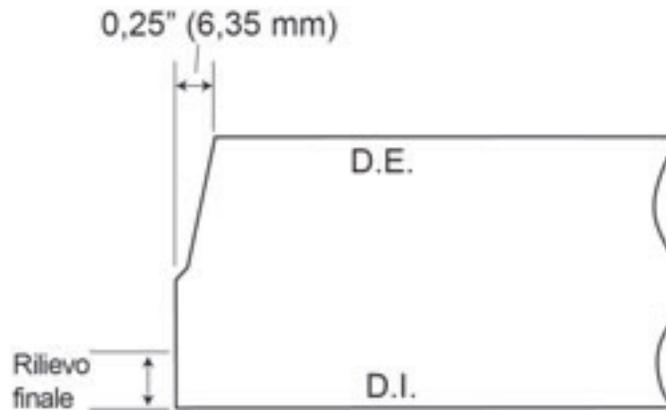

Figura 3-54. L'illustrazione mostra il profilo della prima passata con la maschera di smusso combinato.
**Nota:** alla prima passata sarà eseguito il taglio illustrato nella Figura 3-54.